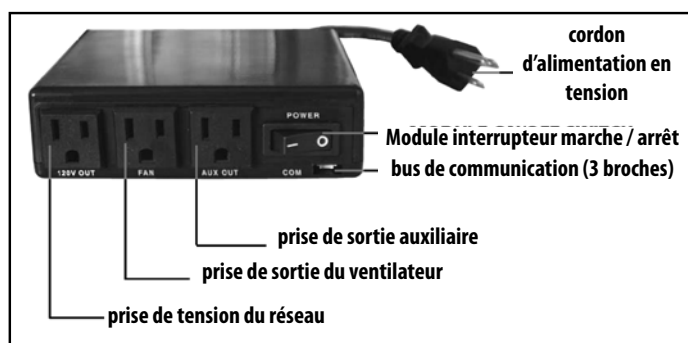

Figure 8: Proflame Modules de Contrôle du Ventilateur
Module de commande du ventilateur (FCM) offre la possibilité ajoutée pour contrôler la vitesse du ventilateur à travers six (6) vitesses, une commande à distance de 120V et une permanence alimenté 120V. La FCM offre une puissance DC au receveur permettant aux piles doit être utilisé que lorsque l'alimentation en ligne est interrompue ou perdue (voir figure 8).